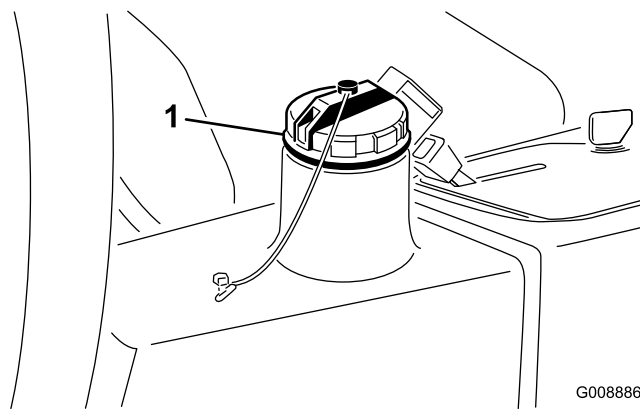

Figura 74
4. Riempite il serbatoio (Figura 74) con 13,2 litri circa di fluido idraulico; vedere Verifica dell'impianto idraulico.